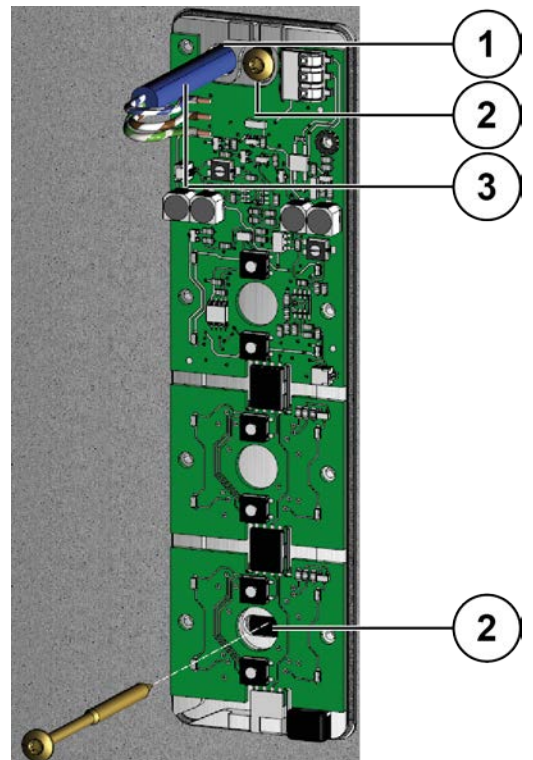

Abb. 4: Rückwand montieren
- ▶ Führen Sie das Anschlusskabel (3) durch die Kabeldurchführung (1) der Rückwand (Abb. 4).
- ▶ Montieren Sie die Rückwand mit 2 Schrauben (2) an der Wand.